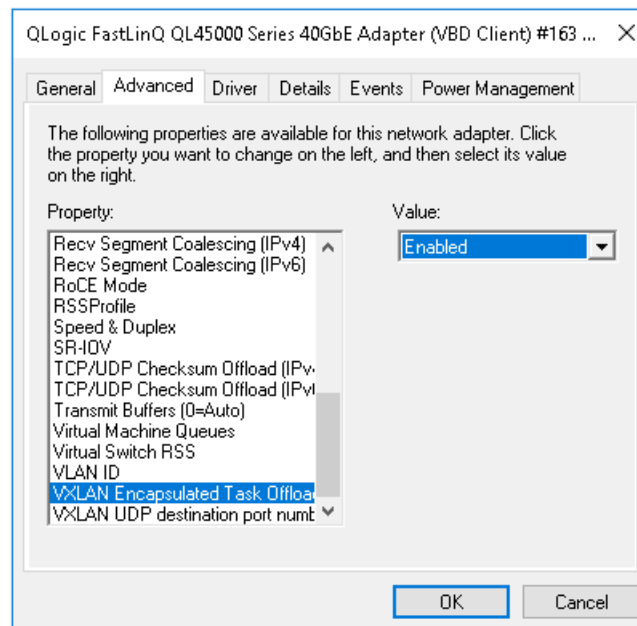

Figura 9-16. Advanced Properties (Propiedades avanzadas): Activación de VXLAN
2. En la página Advanced Properties (Propiedades avanzadas) (Figura 9-16) en **Property** (Propiedad), seleccione **VXLAN Encapsulated Task Offload** (Descarga de tareas encapsuladas VXLAN)